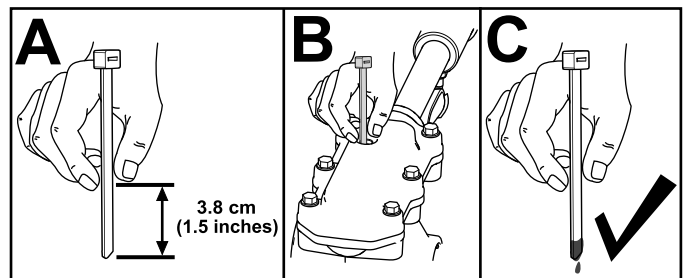

Figura 31
- 3. Controllate il livello dell'olio utilizzando un dispositivo di misurazione idoneo, come una fascetta per cavi pulita. L'olio deve trovarsi a circa 3,8 cm sotto l'apertura di riempimento (Figura 31).